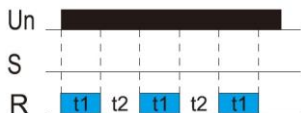
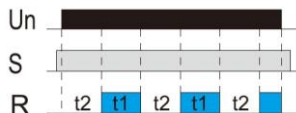

Рис. 1 Цикл начинается с импульса t1
Рис. 2 Цикл начинается с паузы t2
4. Выберите необходимую функцию работы реле. Если заданный цикл необходимо начать с импульса t_1 (рис. 1), оставьте контакты S и A1 не замкнутыми. Если заданный цикл необходимо начать с паузы t_2 (рис. 2), замкните контакты S и A1 между собой.